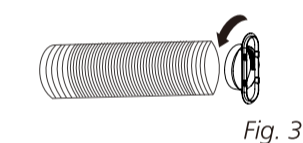

Fig. 3
- 2 Forlæng den anden side af slangen og skru den til slangendløbet (Fig. 3).